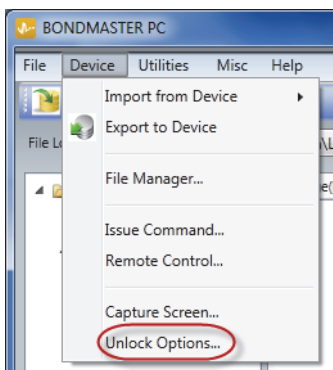

图 7-21 解锁选项指令
1. 在 BondMaster PC 软件的 **Device**（设备）菜单中，选择 **Unlock Options**（解锁选项）（参见第 199 页的图 7-21）。